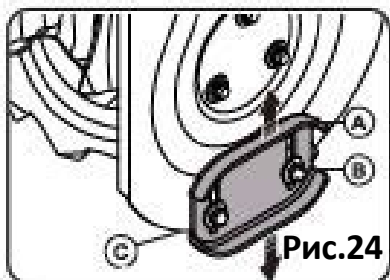

Рис.24
1. Двусторонние опорные башмаки (лыжи) (Рис.24).